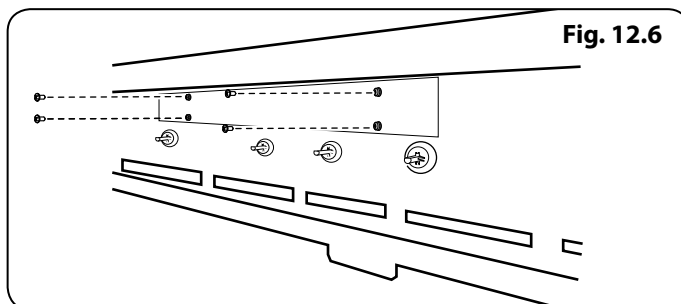

Fig. 12.6
1. Retirez les 4 vis de la plaque de recouvrement tel qu'illustré au (**Fig. 12.6**)